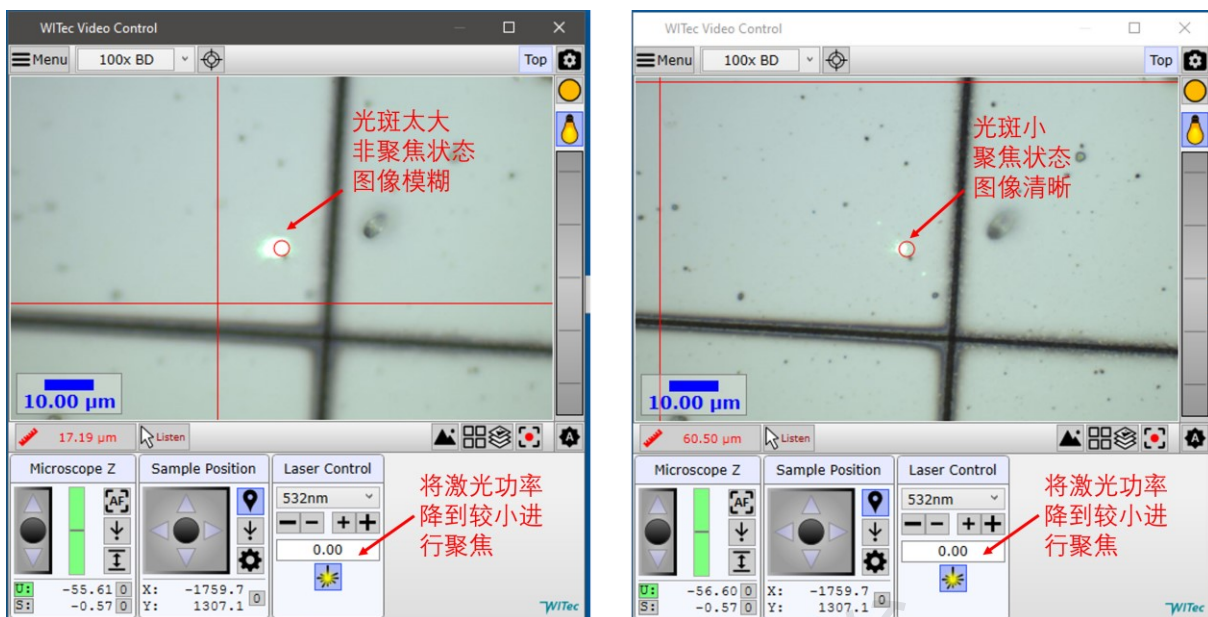

图 6-19 弱信号样品光斑聚焦
2) 样品信号弱: 将激光功率设置到较小(先输入 0.1, 再按“-”进一步降低, 直到显示为 0.00), 调节聚焦使得激光光斑最小, 如图 6-19 所示, 图像会变得清晰。然后在单谱采集对话框中优化最佳积分时间和累积次数, 后面会具体介绍每一种采集模式。